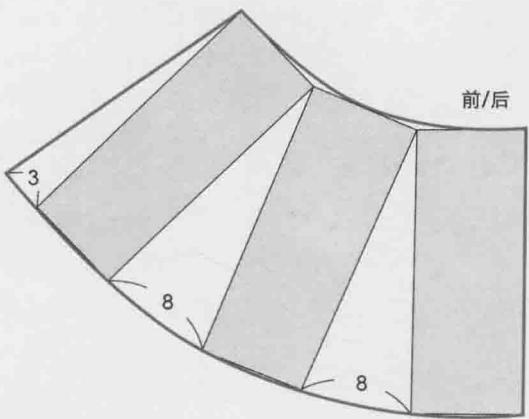

图 1.09
三、裙下片褶量展开说明(图1.09)
3.按展开图1.09提示,将剪开的裙下片向侧面打开,侧缝加入3cm放量,打开的尺寸可根据设计要求而定。